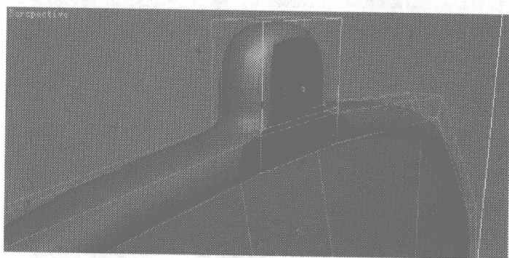
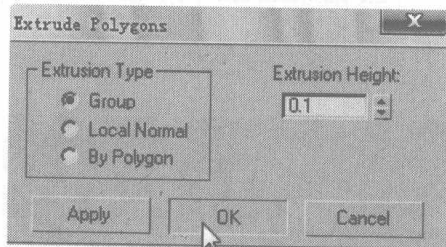
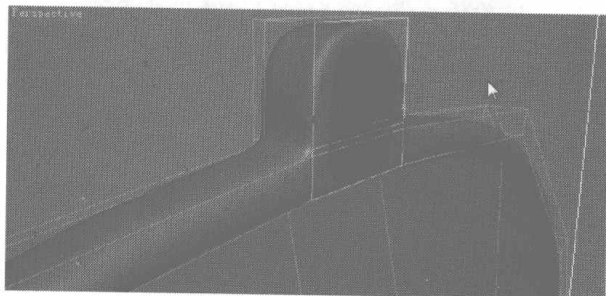
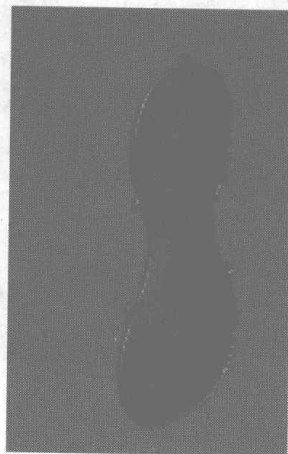

图 5.76
图 5.77
图 5.78
图 5.79
- 18 选择如图 5.76 所示的面, 单击 **Extrude** 右边的小按钮, 在弹出的对话框中设置挤压参数如图 5.77 所示, 模型显示如图 5.78 所示。至此, 后面板制作完成, 效果如图 5.79 所示。